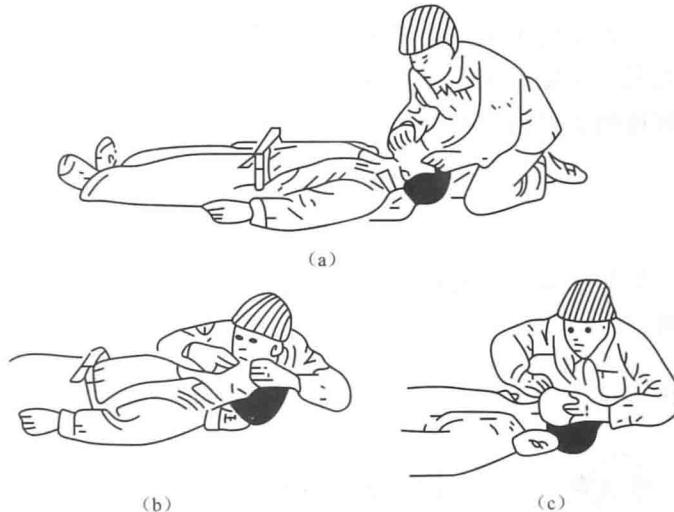

图0-2 人工呼吸法
(1) 施救者跪趴在患者头部一侧，用按在前额一手的拇指与食指捏住伤员鼻子（以防漏气），另一手扳住下巴使伤员的口张开。
(2) 深吸一口气，用自己的嘴唇包住伤员张开的嘴吹气（约60ml）先吹两口，观察胸廓是否隆起。如果未见明显胸廓隆起，应重新开放气道后做人工呼吸。
(3) 每次吹气持续1~1.5s，一次吹气完毕立即与伤员脱离并松开鼻子，使鼻孔通气（约2s），并观察伤员胸部向下恢复时，有气流从口腔排出，如此反复进行每分钟约12次，如图0-2所示。
(4) 如果伤员牙关紧闭，下颌骨骨折及嘴唇外伤，难以采用口对口吹气时，用口对鼻吹气，方法同上。